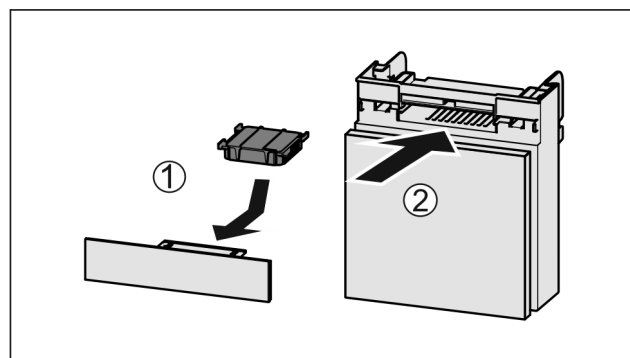

Fig. 135
- Insérer le filtre à charbon actif d'après le schéma Fig. 135 (1).
- Insérer le compartiment Fig. 135 (2).